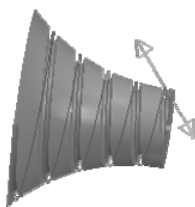

图 4-59 拾取的加工曲线及方向
1) 完成加工参数设置后，单击“确定”按钮，系统在界面的左下方提示“拾取曲线”，并“确定链搜索方向”为逆时针方向，如图 4-59 所示。